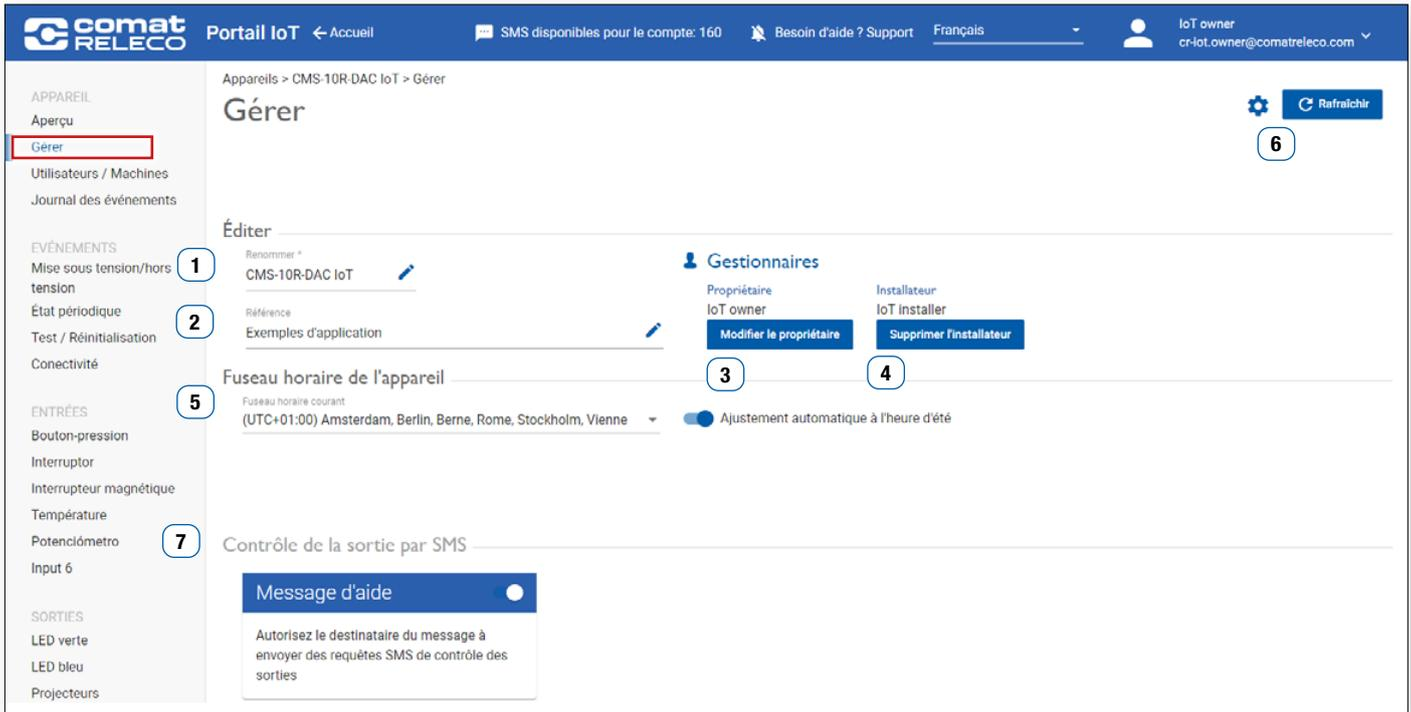

Figure 41
Un nouveau propriétaire peut être défini à l'aide du bouton **Change owner** (Figure 41 (3)).
L'installateur peut être supprimé à l'aide du bouton **Supprimer l'installateur** (Figure 41 (4)).
L'icône de la roue dentée (Figure 41(6)) vous offre les options de réglage suivantes :